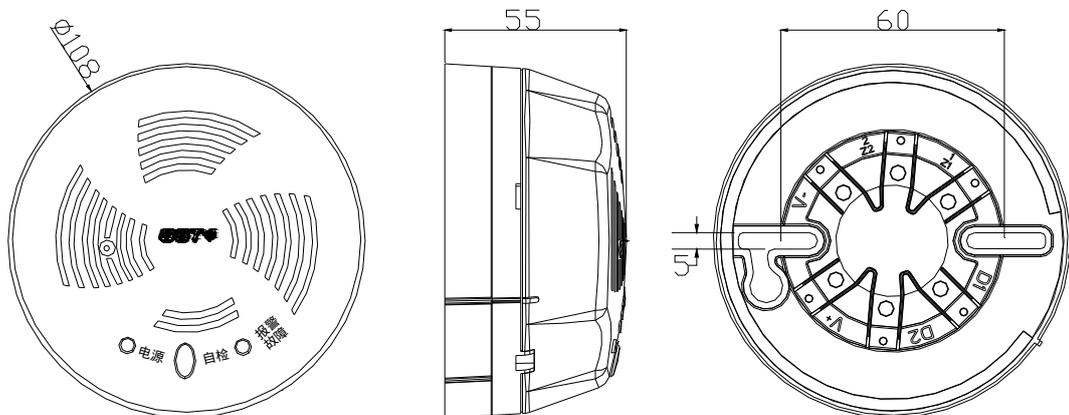

图 1-19
GST-BT (R) 001M 点型可燃气体探测器由两部分构成: 探测器及底座, 示意图如图 1-19 所示。